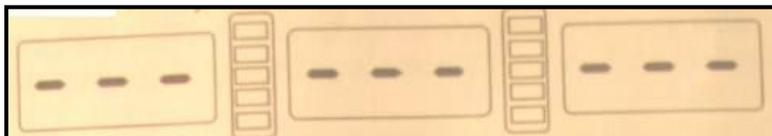

Рис. 17-1
17.2.4 Если при включении питания на табло отображаются надписи, как показано на рис. 17-1, следует провести калибровку измерительной штанги или отрегулировать датчик дистанции (установить новый датчик).